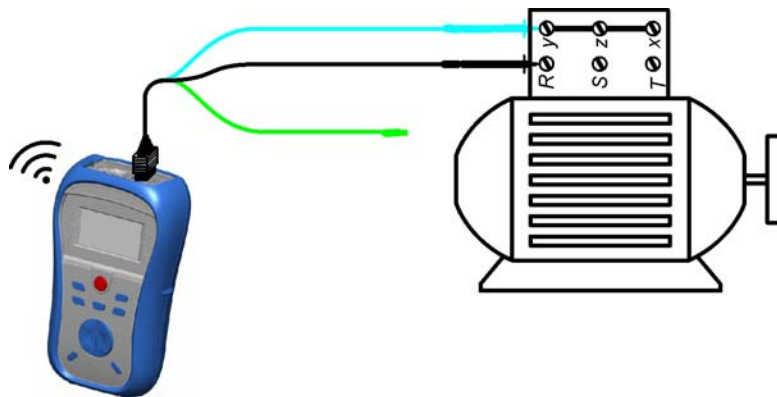

Bild 5.11: Anbringung des Universal-Prüfkabels
- ❑ **Schließen** Sie die Prüfleitungen am **Prüfling an** (siehe Bild 5.11).